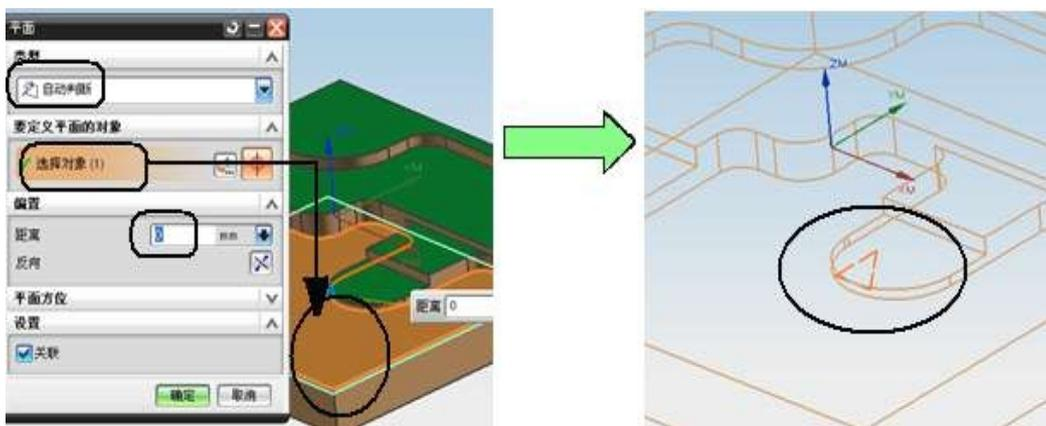

图2
⑥这一步开始定义加工所需的几何体：首先定义毫无疑问的底平面几何体，以决定要加工的最深位置。点击图标  弹出创建平面对话框，用自动判断的方式直接选择图形的最底面（高亮显示），注意偏置值距离为 0，**确定** 并退出。把图形切换到线框状态点击  查看刚定义的底平面（三角平面符号）（下图 2 所示）。至此底平面几何体定义完成。